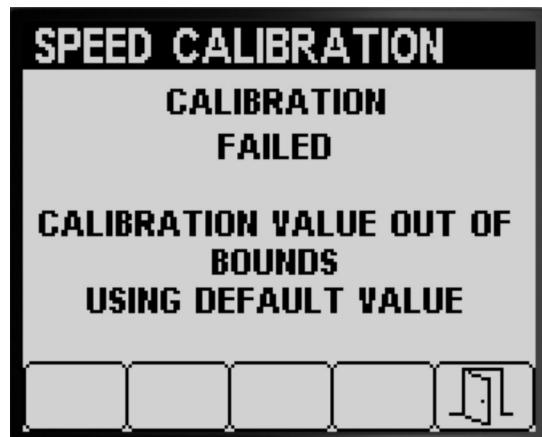

Figura 69
- Surge uma mensagem a indicar que a calibração da velocidade não foi conseguida (Figura 69).
**Nota:** Se o valor da calibração estiver fora dos limites (Figura 69), contacte a assistência técnica autorizada Toro; caso contrário, reveja a mensagem de erro e repita os passos da calibração em Preparação da calibração de velocidade (página 22), e Efetuação da calibração da velocidade (página 24).
5. Prima o botão 5 para sair do ecrã Calibração da velocidade (Figura 68 ou Figura 69).